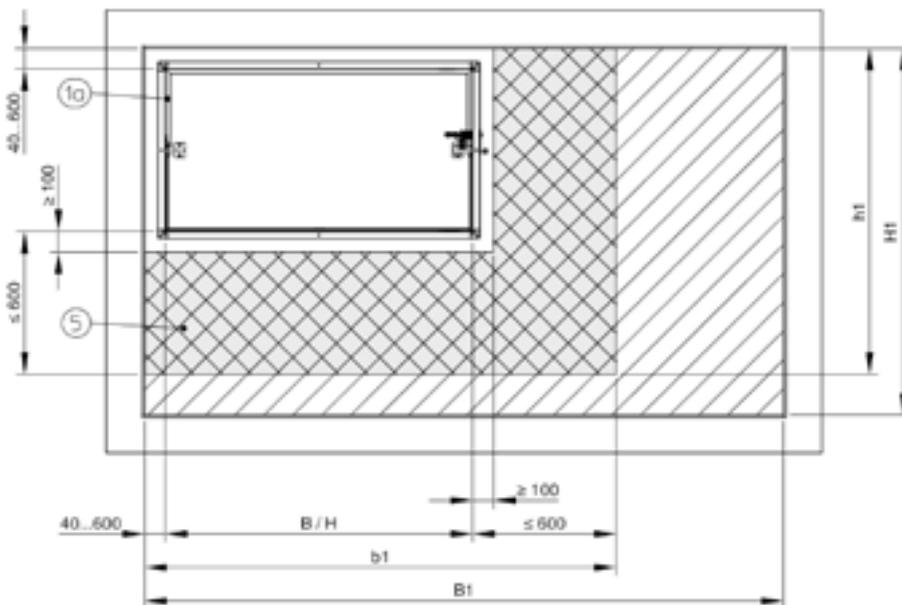
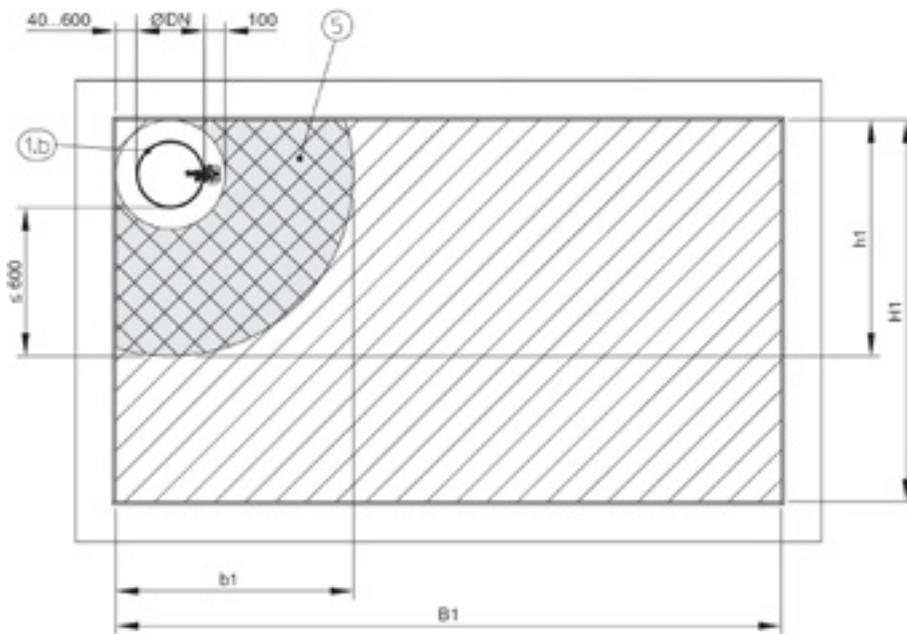

Abb. 3: Anordnung im Mischschott FK2-EU – Abstände zur ersten Durchführung
Abb. 4: Anordnung im Mischschott
- Die maximale Schottgröße  $B1 \times H1$  (3000 mm  $\times$  2000 mm) gilt nur bei Einhaltung der «600 mm Regel». Dies bedeutet, dass die erste Durchführung (keine brennbare Leitung) im Abstand  $\leq 600$  mm einzubauen ist. Sofern nicht vorhanden, ist die maximale Schottgröße ( $b1/h1$ ) auf die Abmessung der Brandschutzklappe und umlaufend 600 mm begrenzt. Siehe hierzu auch Abb. 3 und Abb. 4 (grau schraffierter Bereich).
- 3 Anordnung der Brandschutzklappen und der Durchführungen an beliebiger Stelle, sofern die Mindestabstände und die Abstände entsprechend Abb. 3 und Abb. 4 eingehalten werden